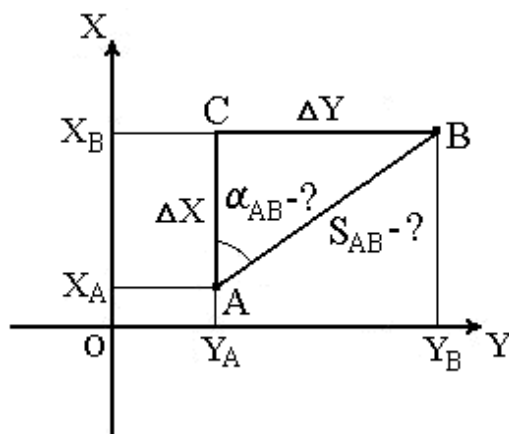

Рис. 2.
2. При известных координатах точек A (X_A, Y_A) и B (X_B, Y_B) необходимо найти длину S_{AB} и направление линии AB: румб r_{AB} и дирекционный угол α_{AB} (рис.2).